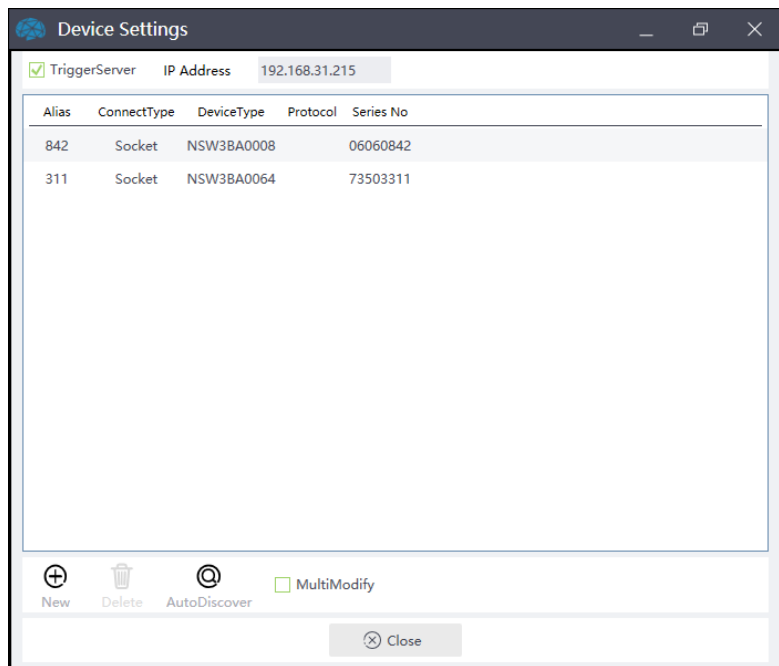

图 8 Device Settings 窗口
试验中所用的设备需在软件系统中进行信息注册，这样在后续的项目试验中才能直接利用软件进行适用设备的连接和控制。用户可通过菜单栏 Tools 下的 Device Settings 选项打开 Device Settings 窗口（见图 8）进行设备的查找、编辑、新建或删除。具体注册步骤如下：
- 2) 选定目标设备，如图 8 所示，将设备前的复选框勾选，然后点击 Add 按钮，则被选设备添加到了已注册列表中。此时可关闭 Device Discover 界面。